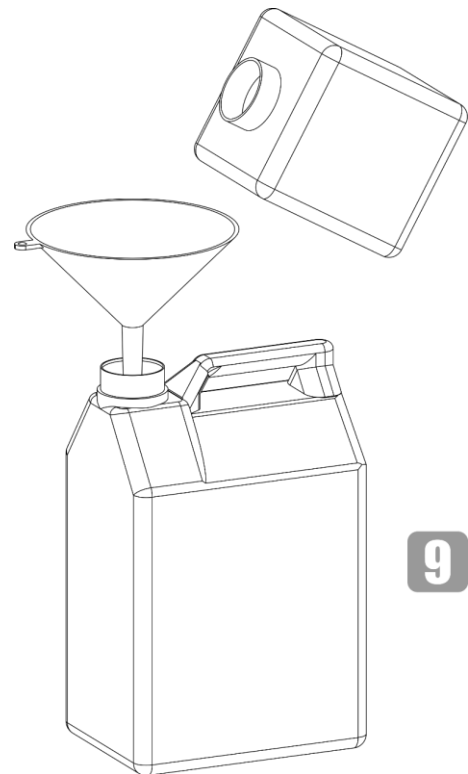

Fig. 28
- 09) Utilice un embudo para echar el fluido de niebla del depósito al recipiente original del fluido de niebla como se indica en la Fig. 28.